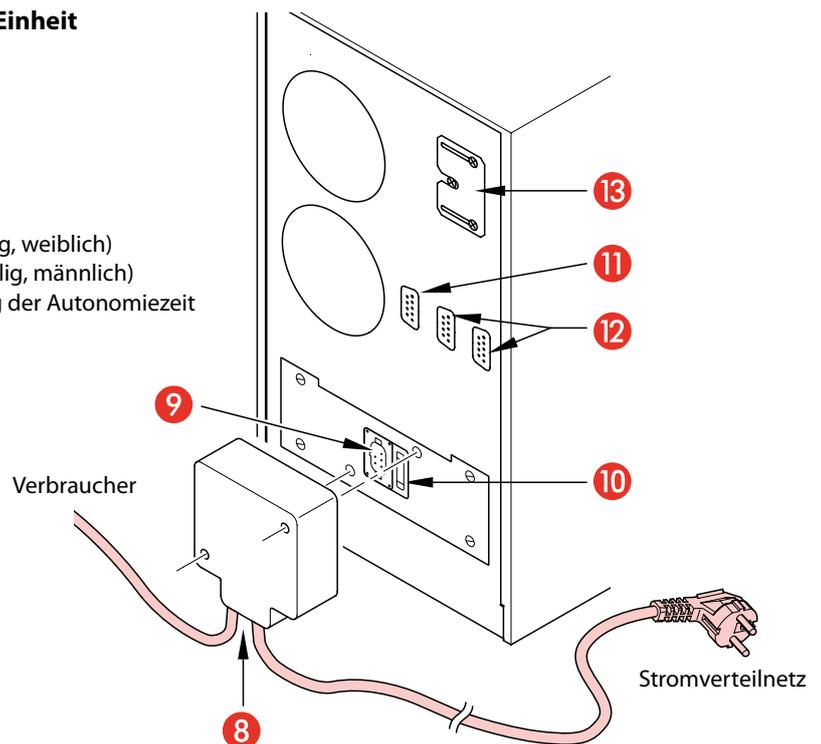

Abb.2
Einzelne Einheit (Abb. 2):
1. Den beiliegenden Steckverbinder Eingang-Ausgang wie in Abbildung 2 gezeigt verdrahten; hierzu ummantelte Kabel verwenden, deren Leiter einen Mindestquerschnitt von **2,5 mm²** haben.
4. Den Steckverbinder Eingang-Ausgang an den Anschluss [9] auf der Rückseite der USV-Einheit anschließen und mit den zugehörigen Schrauben am Rahmen befestigen (siehe Abb. 2).